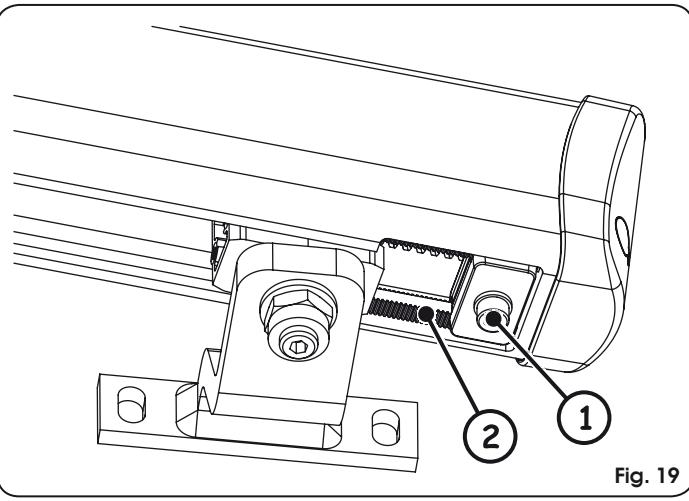

Fig. 19
- Afloje el tornillo de fijación, Fig. 19 ref. ①. No es necesario quitar completamente el tornillo.
**⚠ El bloqueo mecánico trabaja acoplado a un sector dentado, Fig. 19 ref. ②. Si se verifican obstáculos durante el movimiento, asegúrese de que el acoplamiento esté libre. NO EJERCITE FORZAMIENTOS.**